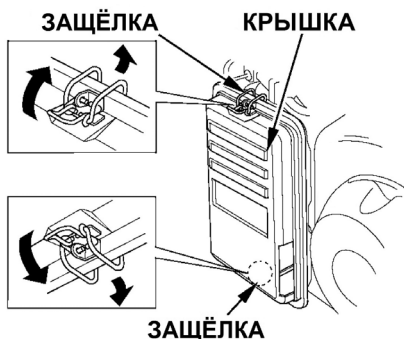

Рис. 16 Снятие крышки воздушного фильтра
1. Отстегните защелки крышки воздушного фильтра и снимите крышку воздушного фильтра (Рис. 16).